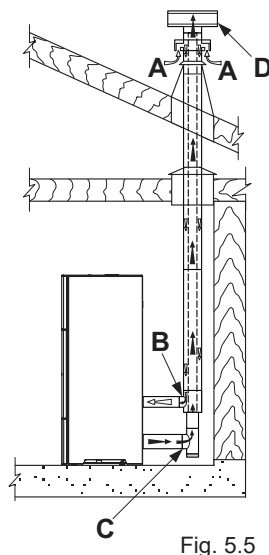

Fig. 5.5
- canalizzare l'aria comburente sfruttando un tubo di scarico coassiale per l'espulsione dei fumi ed il prelevamento dell'aria; pertanto non è necessario fare una classica presa d'aria nel locale (fig. 5.5 A,B=Ingresso aria C,D=Uscita fumi);
Nel caso di installazione di una stufa a pellet della serie “Ermetica” è possibile utilizzare uno specifico tubo coassiale che consenta sia l'espulsione dei fumi che la canalizzazione dell'aria comburente dall'esterno (fig. 5.5 A,B=Ingresso aria C,D=Uscita fumi).